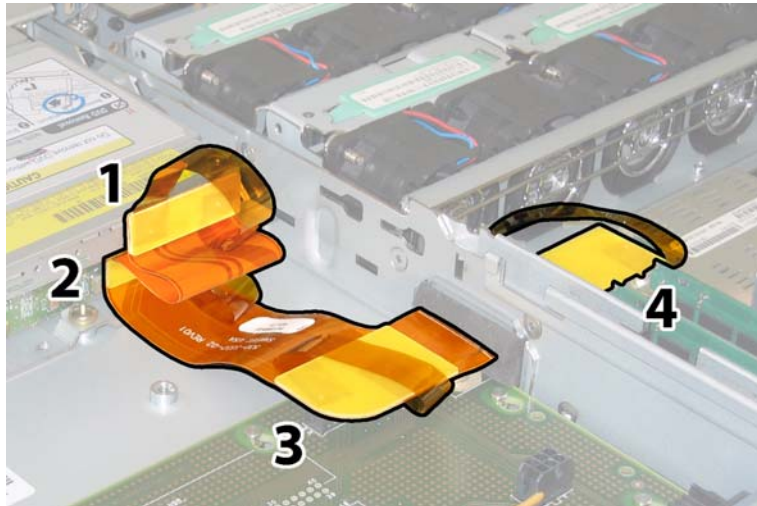

ABBILDUNG 3-61 Ziehen der vier Flex-Kabelstecker
9. Entfernen Sie das Flex-Kabel und die daran angebrachte Schaumgummidichtung von der Gehäusezwischenwand. Ziehen Sie hierzu die vier Kabelstecker an den folgenden vier Stellen ab. Siehe ABBILDUNG 3-61.